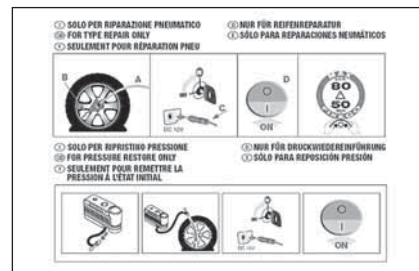

fig. 4
- ☐ dépliant informatif **fig. 4**, utilisé pour une utilisation correcte et rapide du kit de réparation rapide et livré ensuite au personnel qui devra intervenir sur le pneu traité ;